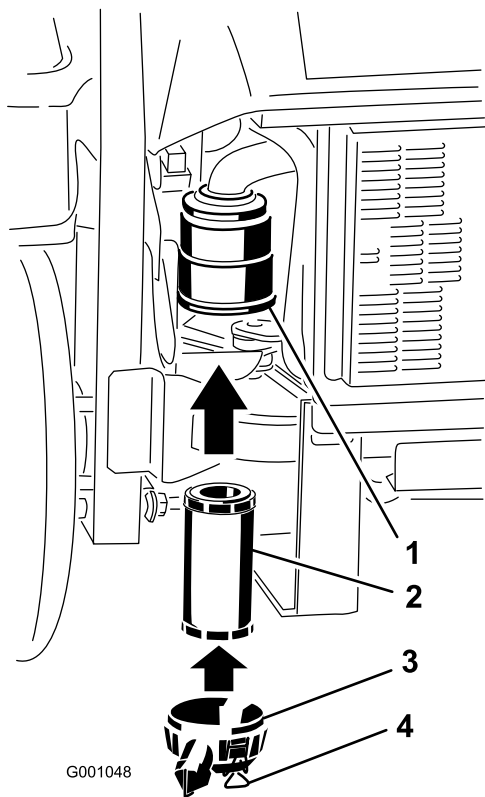

Figure 38
2. Insérez le filtre dans le corps avec précaution (Figure 38). Assurez-vous qu'il est bien engagé en appuyant sur le rebord extérieur.
3. Remettez en place et verrouillez le couvercle du filtre à air (Figure 38).